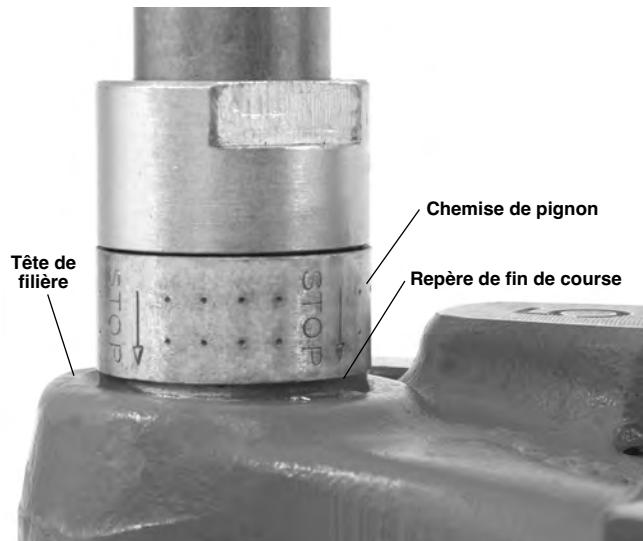

Figure 8 – Filetage terminé – Tête de filière à fleur du repère de fin de course
- Actionnez la clé à cliquet jusqu'à ce que le bord supérieur de la tête de filière arrive à fleur du repère de fin de course rouge de la chemise de pignon (Figure 8).
12. Continuez le processus de filetage jusqu'à ce que le bord de la tête de filière arrive à fleur du repère de butée rouge de la chemise de pignon (*Figure 8*), puis lâchez la pédale. Si le filetage va au-delà du repère de butée rouge, le pignon se désengagera automatiquement pour éviter son blocage. Interrompez l'opération dès que le pignon se désengage, car le fait d'insister endommagerait l'appareil à court terme.